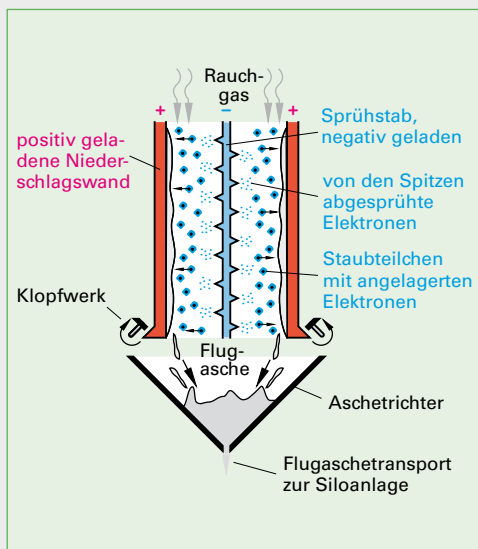

Bild 1: Funktionsschema eines Elektrofilters
3. Elektrofilter (**Bild 1**), z.B. in Kraftwerken, nutzen eine Eigenschaft der elektrischen Ladungen für die Flugascheabscheidung aus. Erklären Sie das Wirkungsprinzip des Elektrofilters.